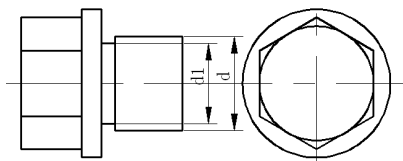

图 3-52 偏移直线
⑤ 单击“默认”选项卡“修改”面板中的“偏移”按钮, 将水平中心线向上、下各偏移 6, 并将偏移的直线转换到“剖面线”图层, 然后单击“默认”选项卡“修改”面板中的“修剪”按钮, 修剪多余的直线, 效果如图 3-52 所示。
**注意:** 按螺纹连接件的比例画法, 螺纹的小径应是螺纹大径的 0.85 倍, 如图 3-52 所示, $d_1 = 0.85d$ 。
⑥ 单击“默认”选项卡“修改”面板中的“倒角”按钮, 对螺纹进行距离为 1 的倒角。命令行提示与操作如下: